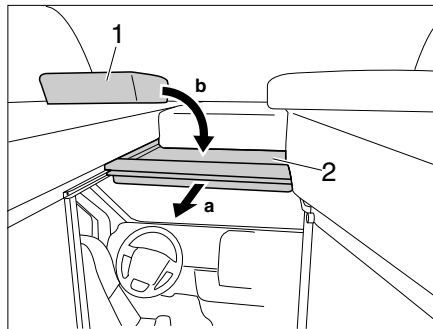

Fig. 60 Séparation pour la cabine de conduite
- Tirer le sommier de lit (Fig. 60,2) vers l'avant par la poignée.
- Placer le coussin (Fig. 60,1) sur le sommier de lit.
- Mettre le coussin (Fig. 60,1) de côté.
- Pousser le sommier de lit (Fig. 60,2) vers l'arrière.